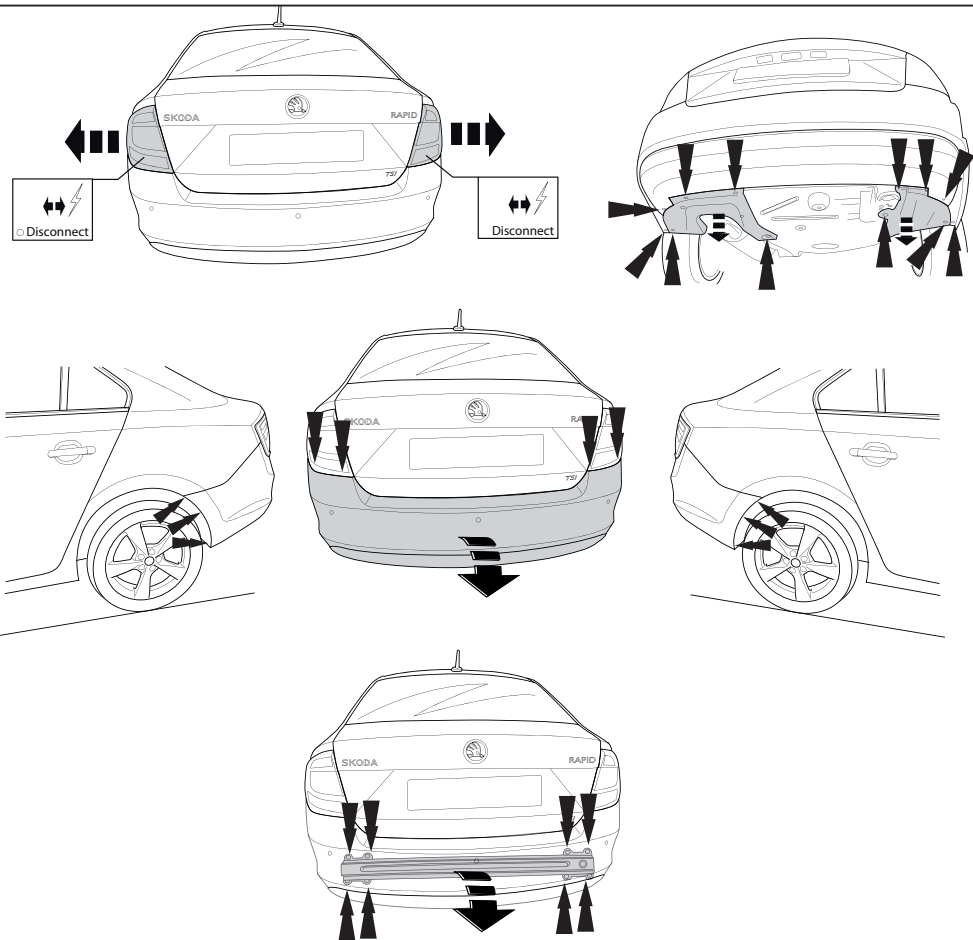

Fig. 1
3. Снять бампер вместе со стальным буферным брусом автомобиля; буферный брус больше не понадобится. Поставить болты на место. См. рисунок 1.